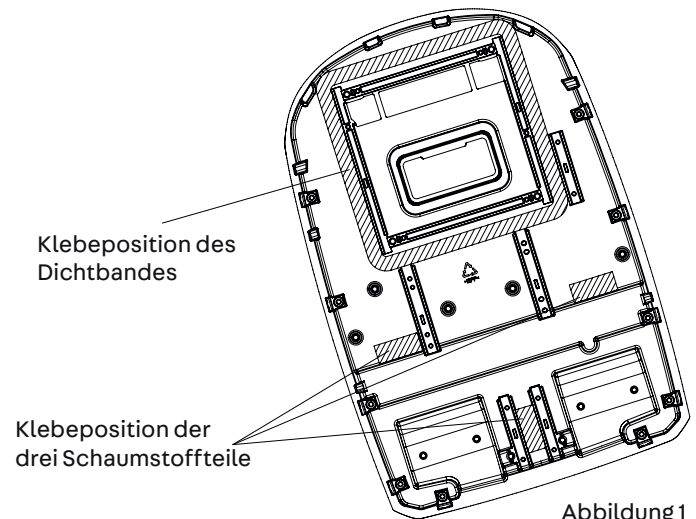

Abbildung 1
1. Reinigen Sie vor dem Aufkleben die Klebeflächen (siehe Abbildung 1) des Gestells der Außeneinheit, um sicherzustellen, dass die Klebeflächen sauber sind;
2. Nehmen Sie das Dichtband und die drei Teile des Schaumstoffs aus dem Zubehör, entfernen Sie das Papier auf der Klebefläche und richten Sie das Sichtband und die Schaumstoffteile wie in Abbildung 1 aus.